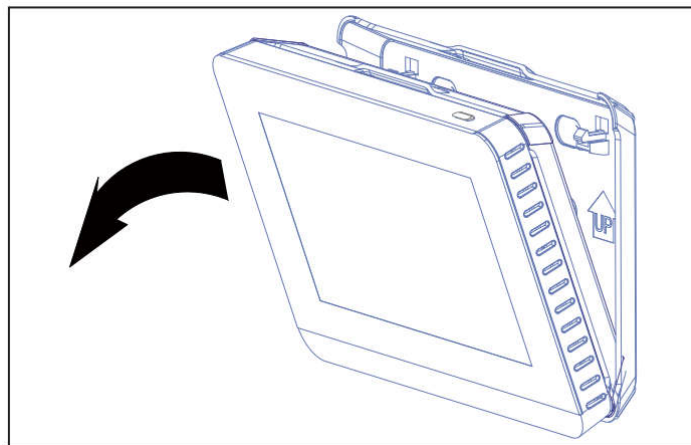

Abb. 2: Rückplatte des Controllers abtrennen
3.1.1 Trennen Sie die Rückplatte des Controllers von Hand oder mit einem Schraubendreher im oberen Bereich ab. Siehe Abb. 2.